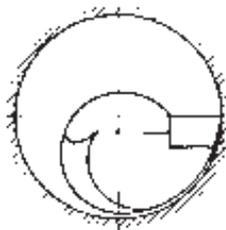

Fig. 3
**OBSERVACIÓN:** El filo debe estar a la altura del centro y el cuerpo paralelo al eje del torno (Figs. 3 y 4).